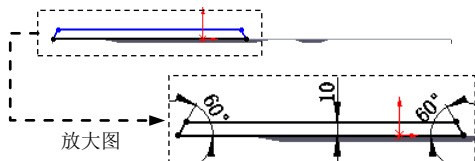

图 17.10.91 横断面草图
(4) 单击  按钮, 完成边线法兰 4 的初步创建。
(5) 编辑边线一法兰 4 的草图。在设计树的  **边线-法兰4** 上右击, 在系统弹出的快捷菜单中单击  命令, 系统进入草图环境, 绘制图 17.10.91 所示的横断面草图。退出草图环境, 此时系统完成边线一法兰 4 的创建。